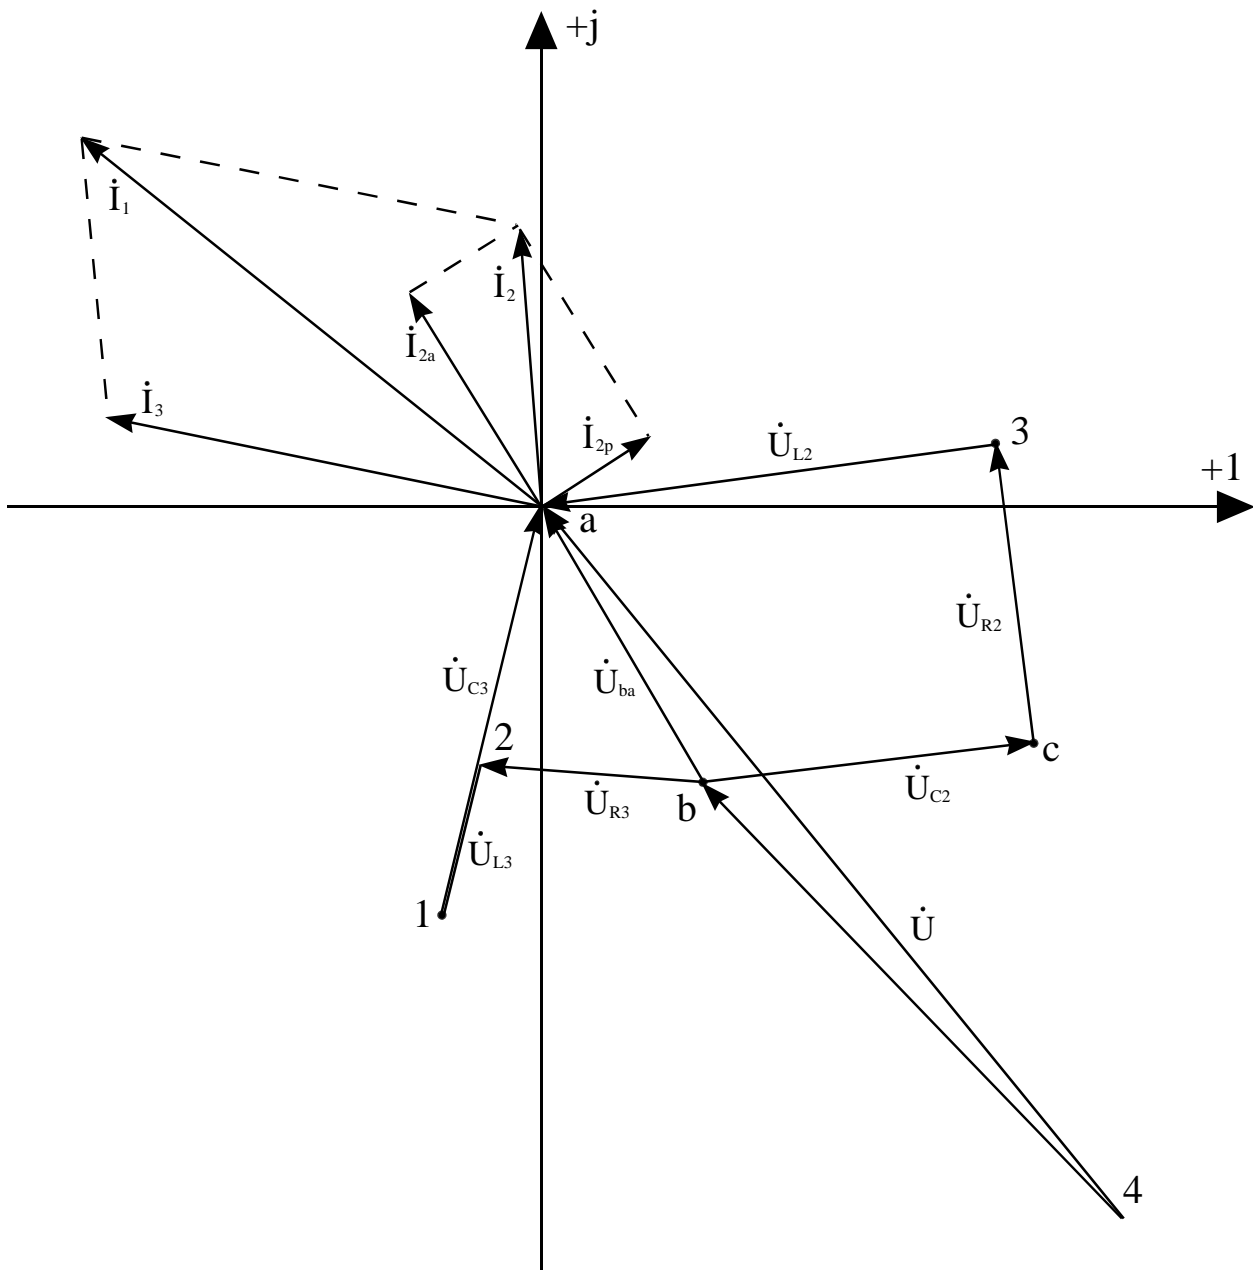

Рис.11. Векторная диаграмма
5.3. В качестве исходного принимаем вектор тока \dot{I}_3 и откладываем его на комплексной плоскости относительно начала координат (рис. 11).
5.14. Соединяя точку «4» с точкой «а», получаем вектор напряжения источника питания $\dot{U} = \dot{E}$. Соответствие полученного вектора заданному комплексному источнику питания является проверкой достоверности полученных результатов. Векторно-топографическая диаграмма приведена на рис.11.